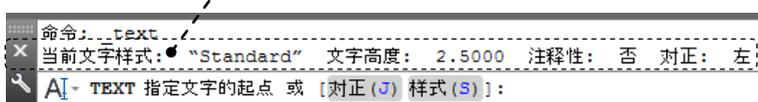
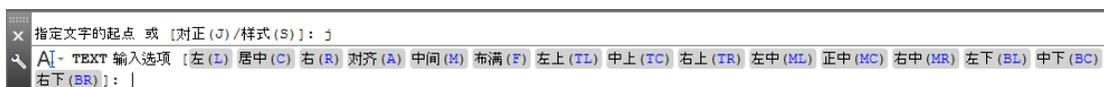

图 7.1.8 命令行提示（一）
图 7.1.9 命令行提示 (二)
Step2. 指定文字的起点。此时命令行的提示如图 7.1.8 所示，可在绘图区的任意一点 A 处单击，这样点 A 便是文字的起点。
在图 7.1.8 所示的命令行提示下，如果选择 **对正(J)**，则系统的提示信息如图 7.1.9 所示，选择其中一种选项，即可设置相应的对正方式。下面分别介绍各选项。